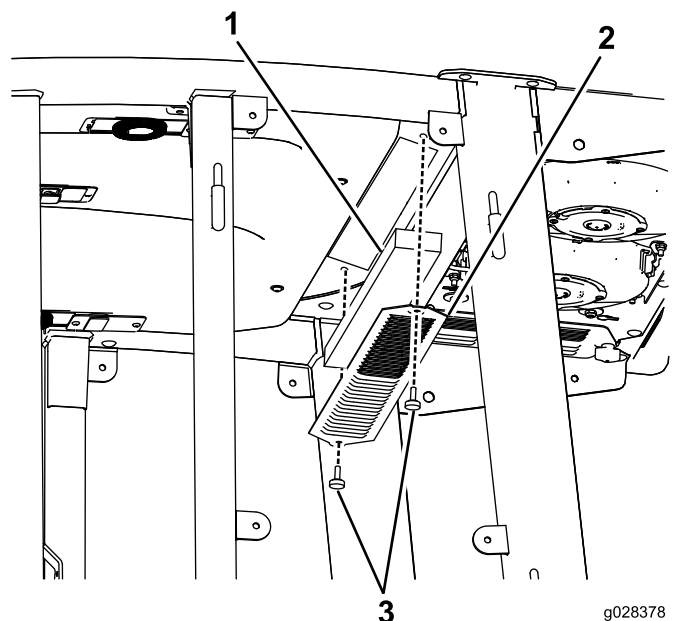
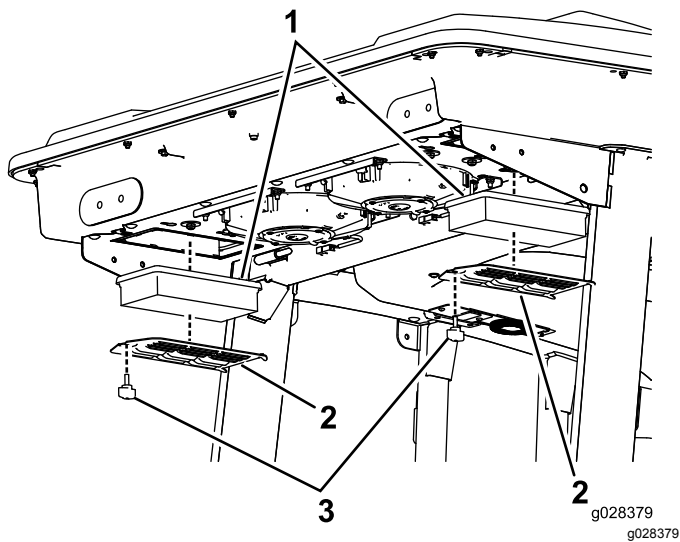

Figura 54
Figura 55
1. Retire los tornillos y las rejillas que cubren el filtro interior y el trasero de la cabina (Figura 54 y Figura 55).